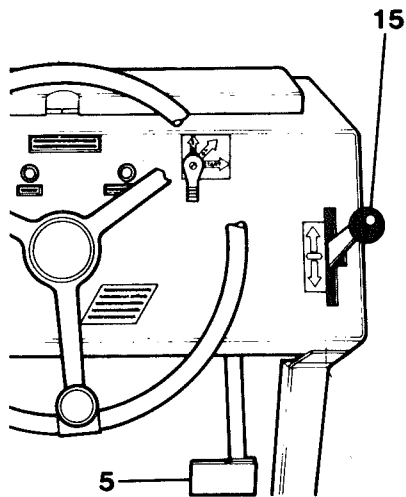

Abb. 19
1. Den Vibrationsschalter (22) auf AUS stellen. (Bei Walzen mit der früheren Ausführung des Amplitudenwählers (18) muss dieser auf 0 gestellt werden.)
2. Den Vor-/Rückwärtshebel (15, Abb. 19) in die Mittenstellung stellen.